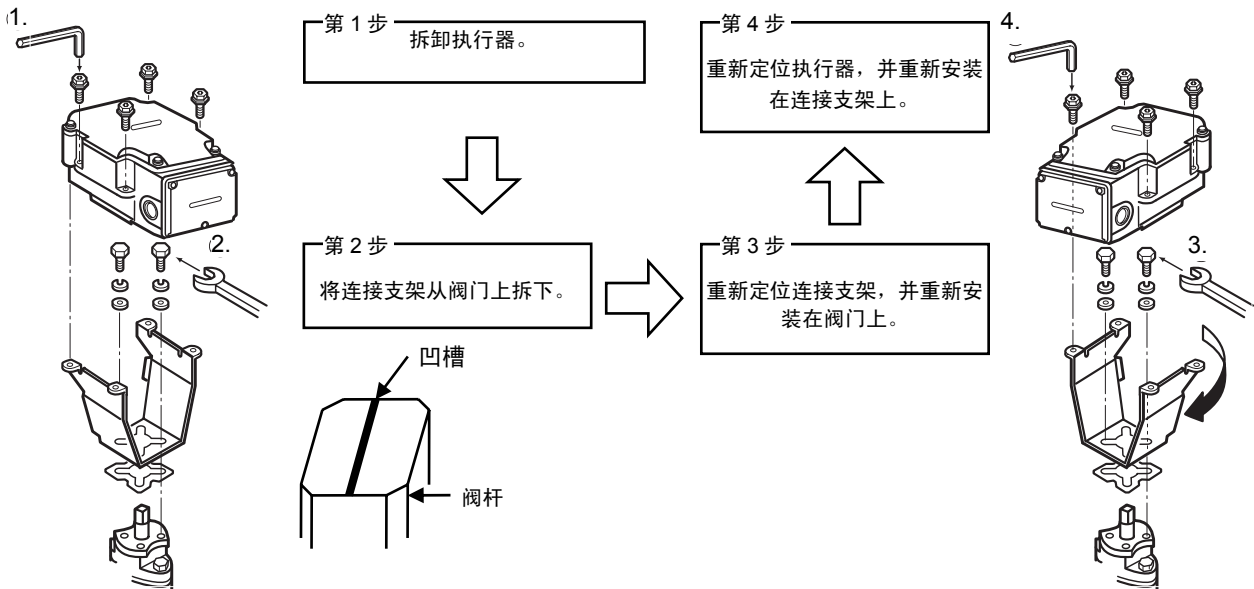

图 7 改变执行器的安装位置
- 2) 拆下连接执行器和连接支架的螺丝。拆卸执行器，使其与连接支架分离。[确认阀杆顶部的凹槽与配管平行（位于全开位置）]。<参照图7中的第1步>
- 3) 拆下联结于连接支架和阀体的螺丝。<参照图7中的第2步>
- 4) 将连接支架的方向更改为所需方向。执行器能以每90度进行水平旋转，以便符合阀门的安装位置（从出厂时的设置位置变成0°/90°/180°/270°）。<参照图7中的第3步>
- 7) 改变执行器的方向，并将其安装到连接支架上。<参照图7中的第4步>